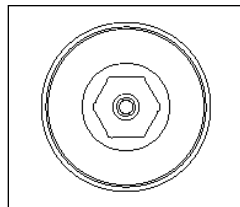

Fig. 2
- Utilisez une clé Allen de 8 mm pour déplacer le piston vers le haut (dans le sens contraire des aiguilles d'une montre) ou vers le bas (dans le sens des aiguilles d'une montre). (Fig. 2)